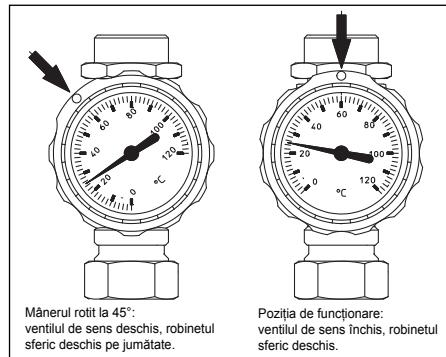

Fig. 30: Robinetul sferic
1. Racordați furtunul de presiune al stației de umplere „Regusol“ (nu este inclusă la livrare) la racordul (1).
2. Racordați furtunul de spălare la racordul (7).
3. Deschideți ventilul de sens de pe robinetul sferic (4). Pentru aceasta, manevrați mânerul în sens invers acelor de ceasornic, la 45° (vezi fig. 30).
4. Închideți robinetul sferic (5). Pentru aceasta, rotiți mânerul în sens invers acelor de ceasornic, la 90°.
5. Deschideți robinetul de umplere și golire (1) și robinetul sferic de la ventilul de sens (6) (mânerul paralel cu conductă).
7. Aerisiți prin spălare porțiunea rămasă prin deschiderea scurtă, ușoară a robinetului sferic (5) la 45°.
8. Închideți robinetul sferic de la grupul de siguranță (6) (mânerul perpendicular pe conductă).
10. Închideți robinetul de umplere și golire (1) (mânerul perpendicular pe conductă).
11. Manevrați ventilul de sens de pe robinetul sferic (4) în poziția de funcționare (vezi fig. 30).
12. Deschideți robinetul sferic (5).